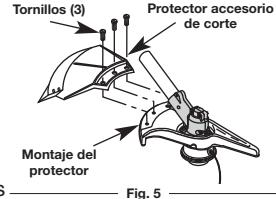

Fig. 5
Saque el protector accesorio de corte del montaje del protector retirando los tres (3) tornillos con un destornillador de vástago plano (Fig. 5). Guarde las piezas para usarlas en el futuro.
Instale el protector accesorio de corte en el montaje del protector insertando 3 tornillos en el montaje del protector. Ajuste bien con un destornillador de vástago plano (Fig. 5).